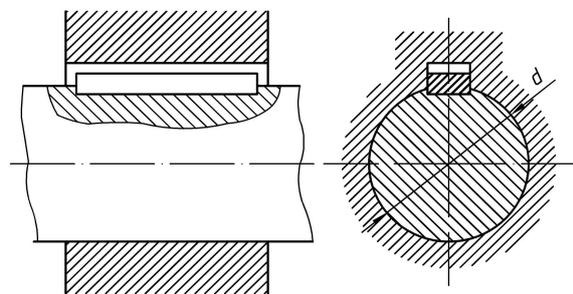

Рис. 6.2. Расчетная схема к задаче № 2
2. Подобрать по ГОСТу призматическую шпонку (рис. 6.2) и проверить ее на прочность. Диаметр вала d и момент T , передаваемый валом, приведены в табл. 6.2. Длиной и материалом шпонки колеса, закрепляемого шпонкой на валу, задаться.